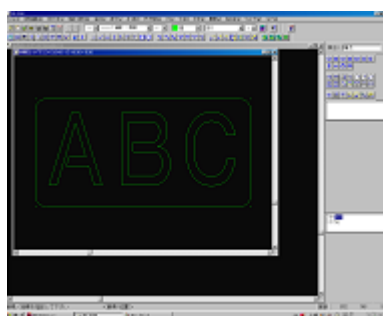

図11 2D-CAD 画面
2) 文字の作成 (図11)
①CAD条件の設定→文字の記入